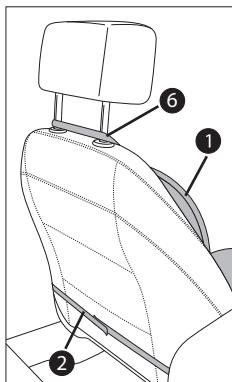

Fig. 2
- En cas de dossier extrêmement élevé ou large, veuillez fixer le couvre-siège comme indiqué à la Fig. 2.
- Si votre véhicule dispose d'un airbag latéral, veillez au moment de fixer le couvre-siège **1** que les sangles de fixation **6** soient insérées sur les étriers du repose-tête et pas sur la partie supérieure du siège auto (cf. Fig. 2). Sans quoi, il y a un risque de perturber le bon fonctionnement de l'airbag latéral.